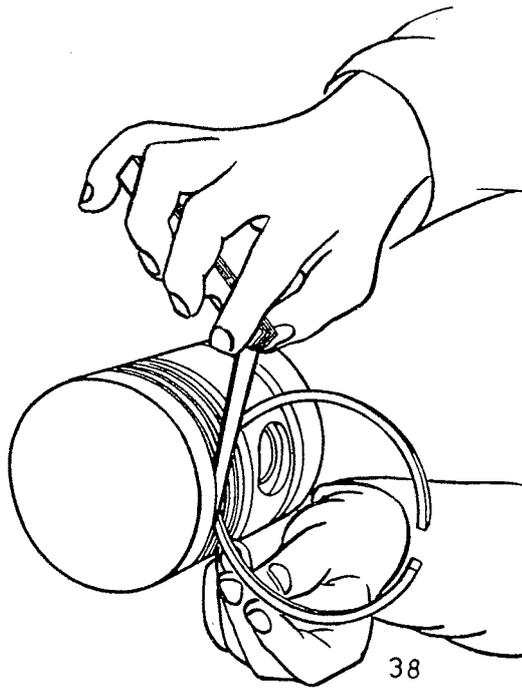

Bild 38 Prüfung des Achsialspiels der Kolbenringe in den Kolbenringnuten
a) Mittels Spion prüfen, ob die zu jeder Kolbenringnut gehörenden Ringe Axialspiele innerhalb zulässiger Grenzen haben, siehe Bild 38.